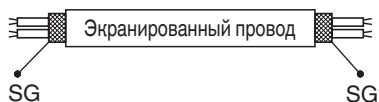

Рис. 4-6
- (5) Используйте экранированные провода для межблочной проводки управления (С) и заземлите оплетку с обеих сторон, в противном случае возможно нарушение работы из-за помех. (Рис. 4-6)